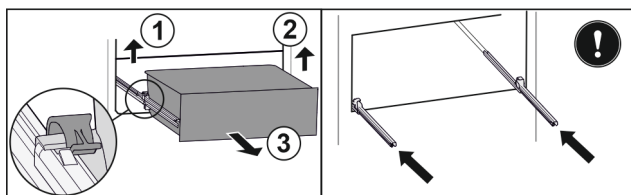

Fig. 111
- ▶ Повдигнете лявата скоба и едновременно с това изтеглете напред чекмеджето отляво. Fig. 111 (1)
- ▶ Повдигнете дясната скоба и едновременно с това изтеглете напред чекмеджето отдясно. Fig. 111 (2)
- ▶ Извадете чекмеджето напред. Fig. 111 (3)